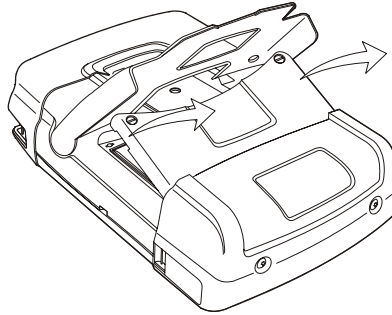

Figure 4-4. Retirer le couvercle du pack de piles
- Soulevez le pied et le couvercle du pack de piles, puis retirez celui-ci (Figure 4-4).